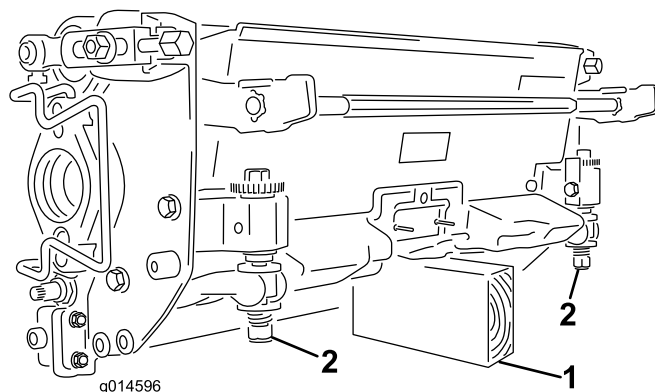

图9
**重要事项：** 当必须翻转滚刀组露出底刀/滚刀时，应支撑住滚刀组的后部，确保底刀架调整螺丝后端的螺母不会接触工作表面（图9）。